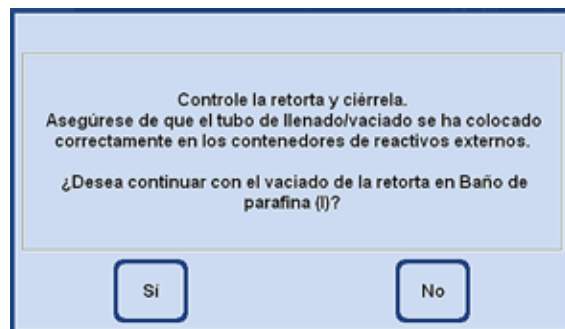

Fig. 184
- Para continuar se debe confirmar la siguiente demanda de confirmación (fig. 184).